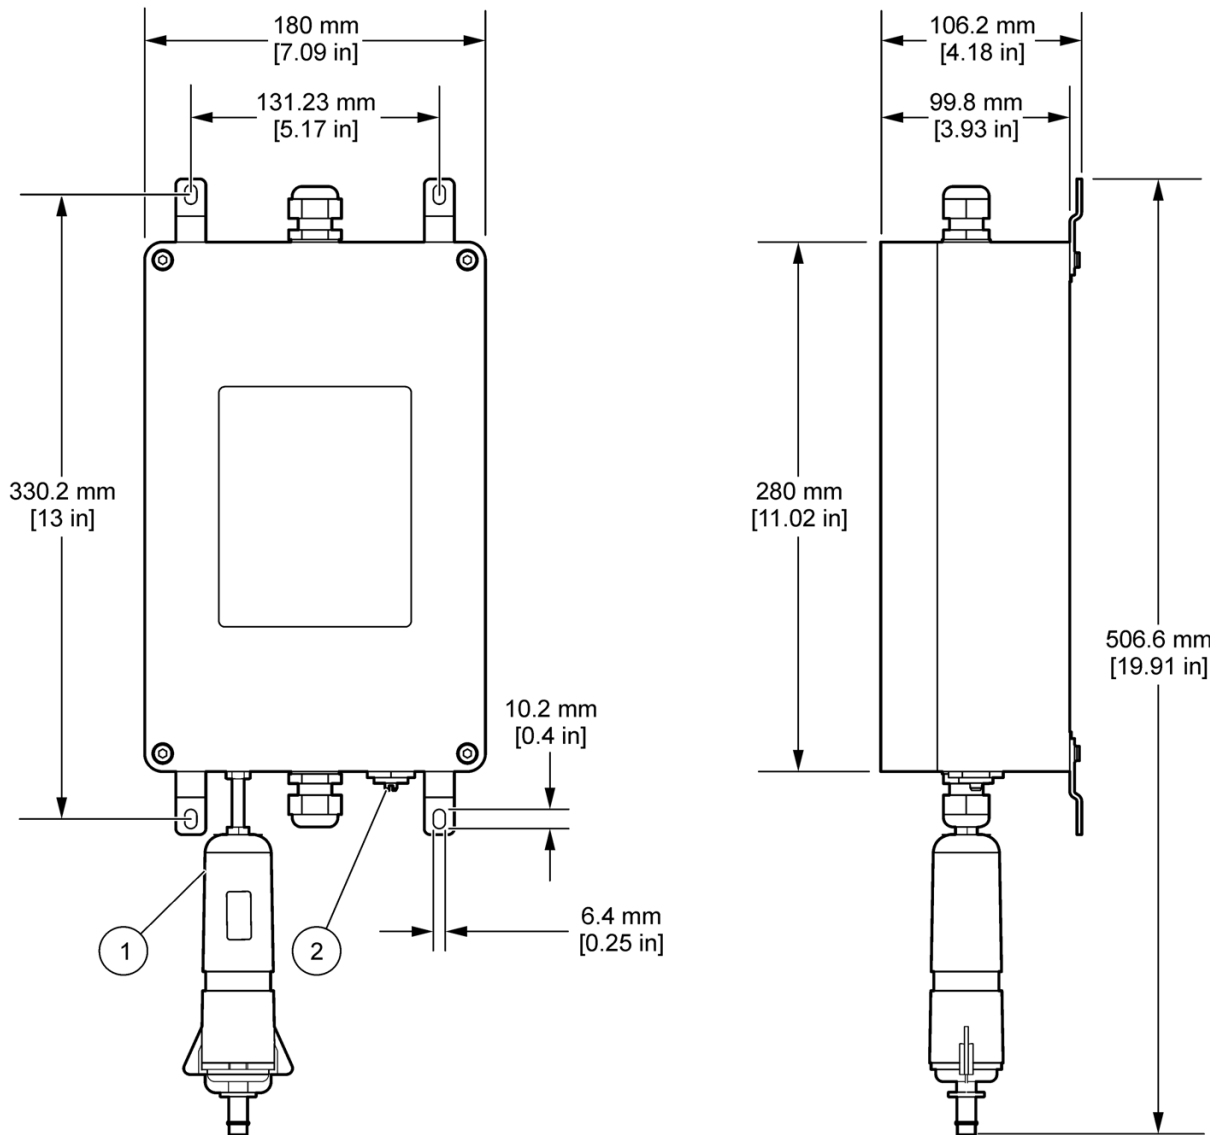

Figura 2 Dimensioni del dispositivo di protezione
1. Installare il dispositivo di protezione (barriera) su una parete in un ambiente non pericoloso (Figura 2 a pagina 11).
11. Collegare una messa a terra protettiva (PEG) al perno della messa a terra sul dispositivo di protezione (Figura 2 a pagina 11) se le normative o le autorità locali consentono o richiedono tale collegamento. Se necessario, utilizzare un cavo di rame AWG 9 o più grande.